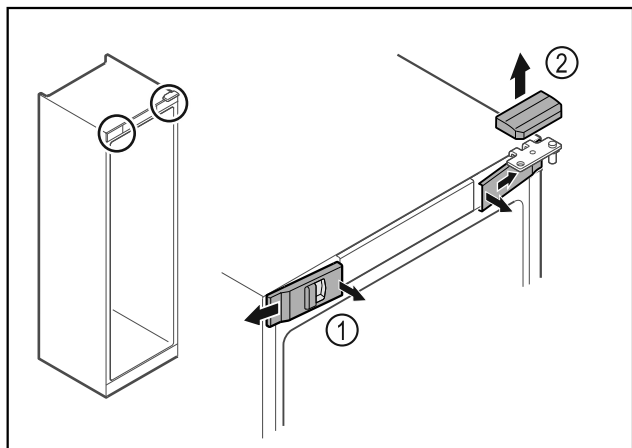

Fig. 9
- Wyczepić przednie osłonki Fig. 9 (1) i odchylić w bok.
- Górną osłonkę Fig. 9 (2) zdjąć w górę.